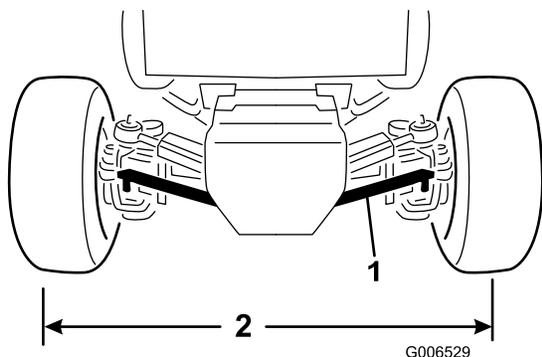

Рисунок 65
тяги на монтажном кронштейне моста и отделите шаровую опору от моста (Рисунок 65).
3. Поверните шаровую опору поперечной тяги внутрь или наружу так, чтобы межцентровое расстояние впереди и сзади у задних колес было одинаковым (Рисунок 65).